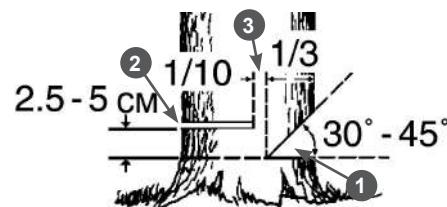

Рис. 9 Расположение запила, пропила и недопила
- Начните пилить с той стороны дерева, куда оно должно упасть (Рис. 9). Сделайте запил 1 с той стороны, куда должно упасть дерево, глубиной примерно  $\frac{1}{3}$  диаметра ствола и под углом от 30 до 45 градусов (Рис. 9). В начале пиления первым должен коснуться дерева зубчатый упор. Затем, используя зубчатый упор в качестве точки вращения, вращением электропилы погружайте шину с движущейся цепью в древесину. При спиливании крупных деревьев перестановку упора делают несколько раз.
- Сделайте основной валочный пропил 2 с противоположной стороны, выше основания запила на 2,5-5 см. Между основным пропилом и запилом должен оставаться недопил 3 равный примерно  $1/10$  диаметра ствола. Вставьте своевременно клин в пропил. Недопил 3 действует как шарнир и позволяет контролировать падение дерева (Рис. 9).
Ни в коем случае не допиливать до конца недопил 3 (Рис. 9), так как при этом невозможно контролировать направление падения дерева.